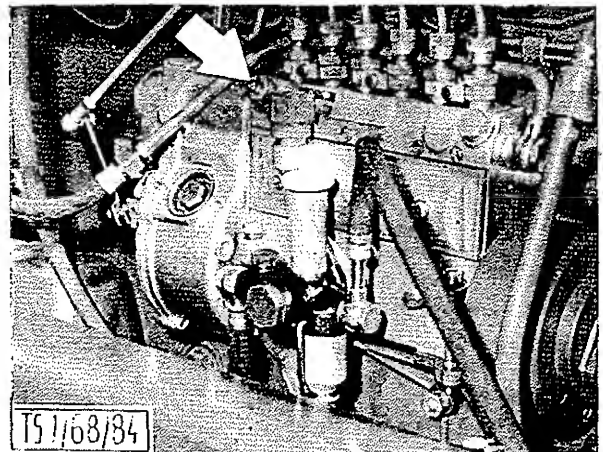

BILD 124 : Entlüften der Einspritzpumpe
2. Die Einspritzpumpe auf Null-Förderung (Stoppstellung) stellen. Die Entlüftungsschraube (Bild 124) an der Einspritzpumpe ein paar Gänge losschrauben und die Handpumpe so lange betätigen, bis blasenfreier Kraftstoff an der Entlüftungsschraube austritt. Anschließend wieder festziehen.